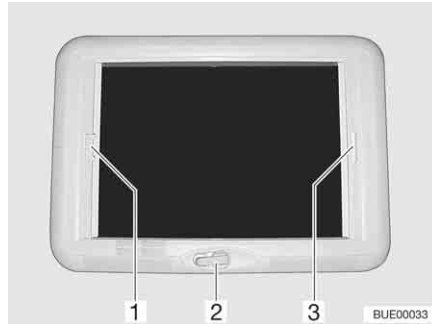

Bild 132 Vevmanövrerad taklucka
- Vrid på handveven (Bild 132,2) tills ett motstånd känns.
- Drag i plisségardinens handtag (Bild 132,3) och släpp i önskad position. Plisségardinen stannar i denna position.
- Drag, med handtaget (Bild 132,1), insektsskyddet till plisségardinens handtag (Bild 132,3) på den motsatta sidan, där det hakas i.
- Tryck insektsskyddet handtag (Bild 132,1) bakåt, uppåt och haka av insektsskyddet från plisségardinen (Bild 132,3).